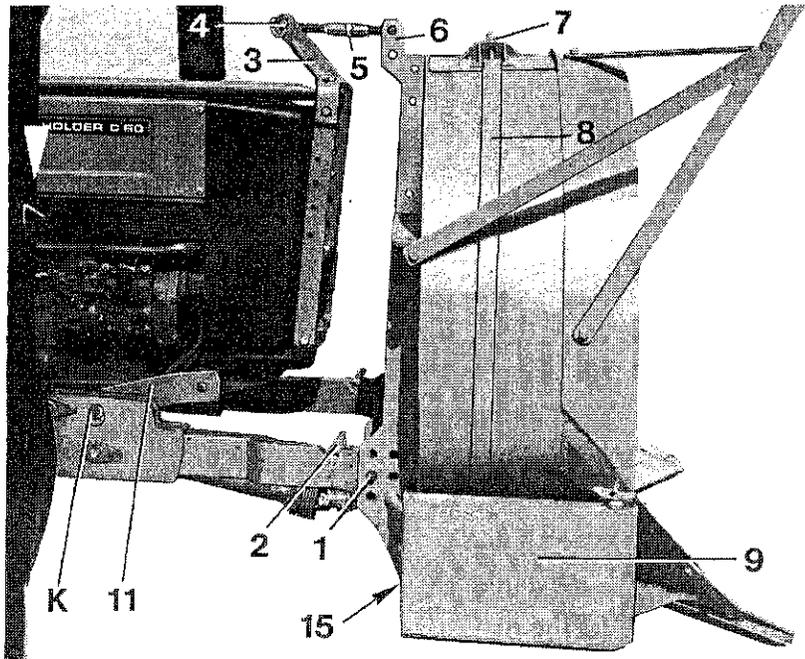
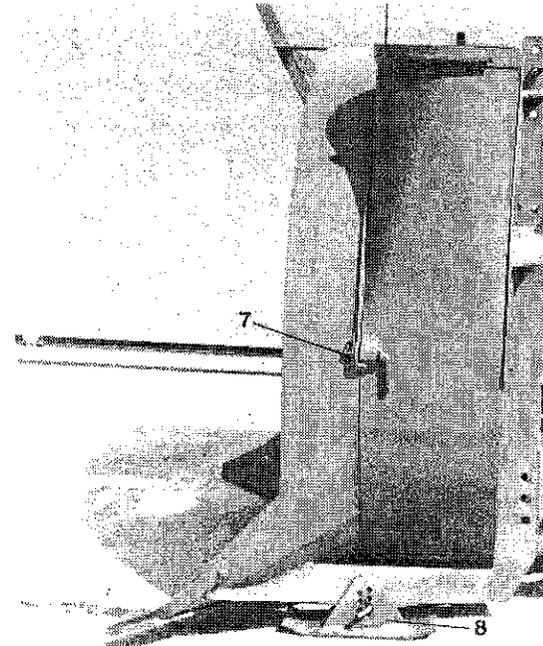

Abb. 48
Abb. 49
2. Mitgelieferten Zusatzhalter (3 Abb. 48) oberhalb vom Frontschutz des C 60 anschrauben.
3. An Schneesleuder Anlenkpunkte für U-Lenker (1 Abb. 48) in der mittleren Bohrung (Abb. 48) mit Kugelhülsen von Schnellkuppler abstecken.
Fronthydraulik über Betätigungshebel ablassen, Schlepper an die Anlenkpunkte heranfahren, Fronthydraulik anheben bis Schnellkuppler (1 Abb. 48) einrasten.
Oberlenker kurz (5 Abb. 48) am Schlepper bei (4 Abb. 48) und an Schneesleuder bei (6 Abb. 48) abstecken. Gelenkwelle mit Rutschkupplung auf Schneesleuder und anschließend schlepperseitig montieren.
- Schneesleuder mittels Fronthubhydraulik in gewünschte Arbeitshöhe bringen und Gleitschuhe (15 Abb. 48) in dieser Stellung fixieren.
- Der Schneeauswurf kann durch den schwenkbaren Auswurf verändert werden. Gewindestück (7 Abb. 48) lösen, Arretierung (7 Abb. 49) lösen und Auswurf in gewünschte Position stellen. Spannband (8 Abb. 48) durch Gewindestück wieder festziehen.
- Die seitliche Gleitkufe (9 Abb. 48) ermöglicht ein Fahren in Teilbreiten und stabilisiert die Fahrtrichtung.